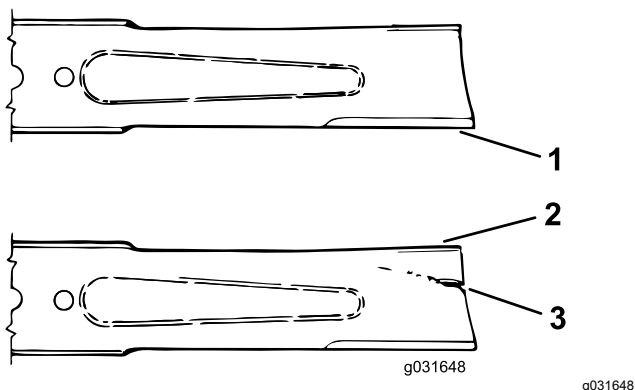

Рисунок 74
3. Осторожно проверьте режущие кромки ножей, особенно в точке соединения плоской и изогнутой частей ножа (Рисунок 74).